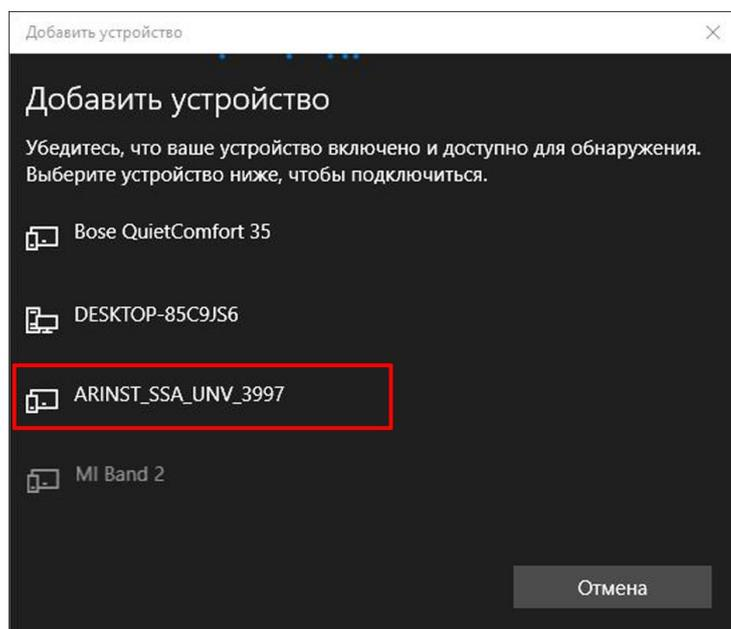

Рисунок A12 – Список доступных для подключения устройств
4.4. Операционная система ПК проведёт поиск всех активных Bluetooth устройств. Доступные для подключения устройства будут отображены в списке (Рисунок A12).